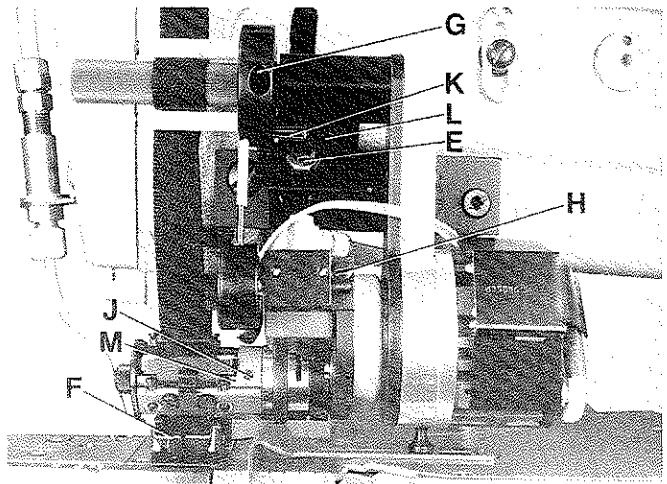
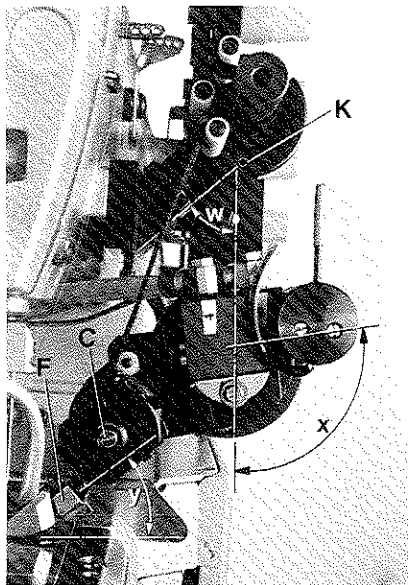

Fig. 47
Fig.48
Set the metering device and cutter assembly so that the cuff and heel tape will be fed with equal clearance right and left into the tape guide (F, Fig. 47) on presser foot.
After loosening screw (E, Fig. 47), the metering device and cutter assembly can be moved to the right or left as required. Retighten screw.
The correct position of roller (C, Fig. 48) with respect to the presser foot is set by changing angles (w and x, Fig. 48).
After loosening screw (G, Fig. 47) angle (w, Fig. 48) and after loosening screw (H, Fig. 47) angle (x, Fig. 48) can be changed accordingly. Make sure while making this setting that roll pin (K, Fig. 47) rests on support bracket (L). Retighten screws (G and H).
Angle (y, Fig. 48) for correctly guiding the cuff and heel tape into the tape guide (F, Fig. 48) on presser foot can be set after loosening the two screws (J, Fig. 47) and rotating the knife holder assembly (M) accordingly. Retighten screws (J).
Stellen Sie das komplette Bandzumeßgerät mit Schere so, daß das Hosenstoßband rechts und links mit gleichem Abstand in die Bandführung (F, Fig. 47) am Drückerfuß transportiert wird.
Nach Lösen der Schraube (E, Fig. 47) kann das komplette Bandzumeßgerät mit Schere nach Bedarf nach rechts oder links geschoben werden. Ziehen Sie die Schraube wieder an.
Die richtige Lage der Walze (C, Fig. 48) im Bezug zum Drückerfuß wird durch Verändern der Winkel (w und x, Fig. 48) eingestellt.
Nach Lösen der Schraube (G, Fig. 47) kann der Winkel (w, Fig. 48) und nach Lösen der Schraube (H, Fig. 47) kann der Winkel (x, Fig. 48) entsprechend verändert werden. Beachten Sie, daß bei dieser Einstellung der Spannstift (K, Fig. 47) am Lagerbock (L) anschlägt. Ziehen Sie die Schrauben (G und H) wieder an.
Der Winkel (y, Fig. 48) zum richtigen Einführen des Hosenstoßbandes in die Bandführung (F, Fig. 48) am Drückerfuß kann nach Lösen der beiden Schrauben (J, Fig. 47) und entsprechendes Verdrehen des kompletten Messerhalters (M) eingestellt werden. Ziehen Sie die Schrauben (J) wieder an.